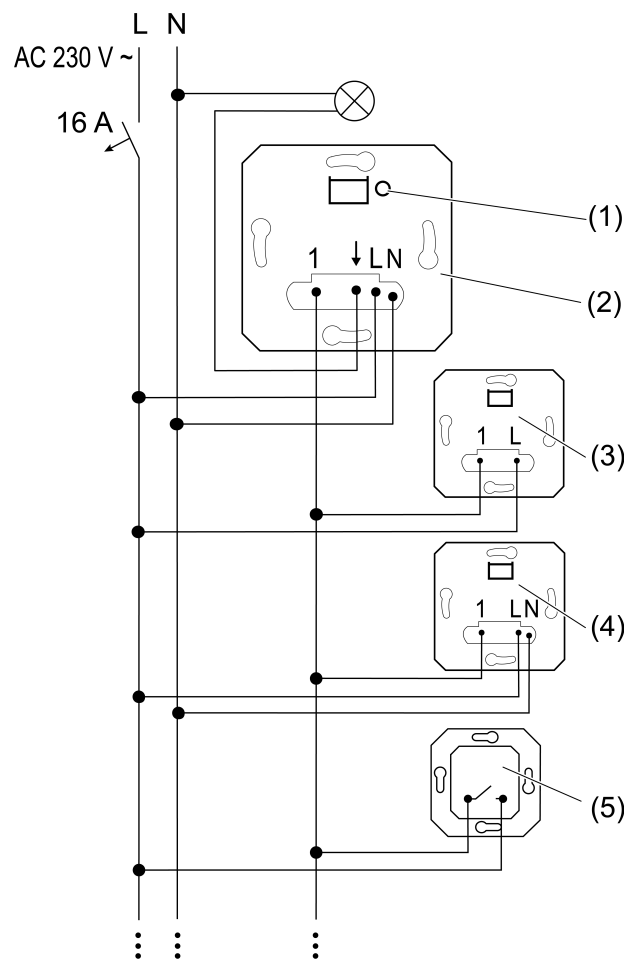
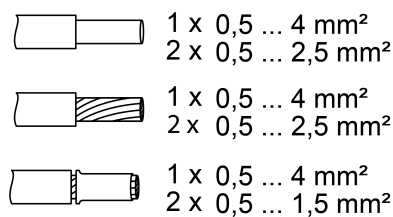

Bild 1: Anschlussplan mit optionalen Nebenstellen
Bild 2: Klemmbarer Leitungsquerschnitt
- Schalteinsatz (2) gemäß Anschlussplan anschließen (siehe Bild 1). Dabei klemmbare Leitungsquerschnitte beachten (siehe Bild 2).
- 2-Draht-Nebenstelle (3), 3-Draht-Nebenstelle (4) und Taster, Schließerkontakt (5) anschließen, optional.
- i** Durch kurze Betätigung der Taste **TEST** (1) kann die Last geschaltet werden.